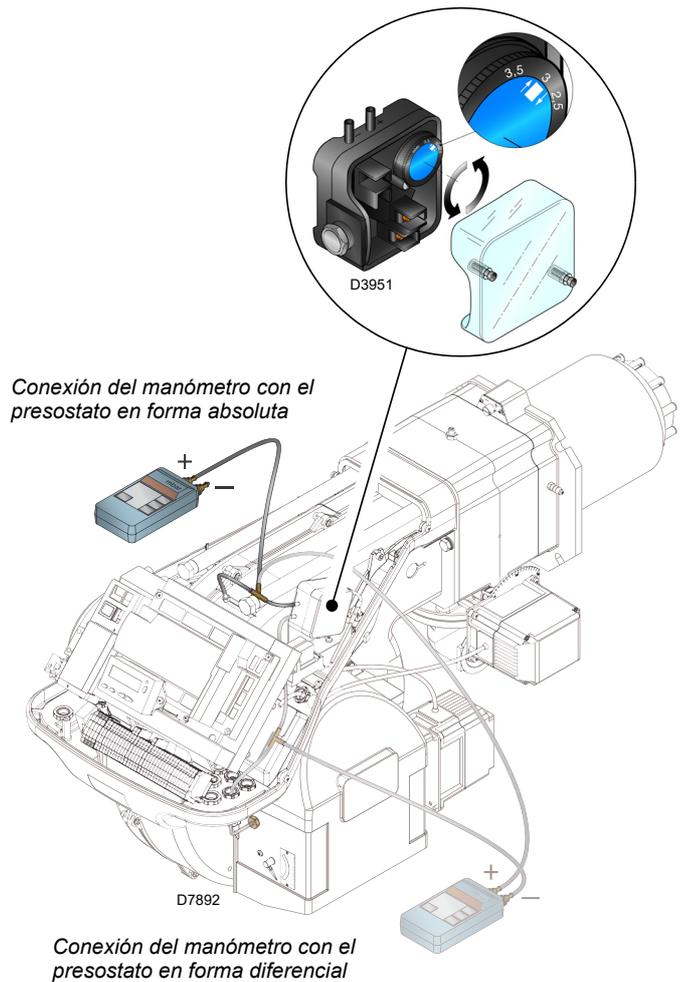

Fig. 32
- Regular el presostato de aire (Fig. 32 a pág. 37) en el inicio de la escala.
Regular el presostato de aire (Fig. 32) después de haber efectuado todas las demás regulaciones del quemador, con el presostato de aire ajustado al inicio de la escala.
La conexión del manómetro se muestra en la Fig. 32. La configuración estándar es la del presostato aire conectado en forma absoluta. Nótese la presencia de una conexión en "T" no suministrada.
En este caso también el manómetro se debe conectar en forma diferencial, como se muestra en la Fig. 32.